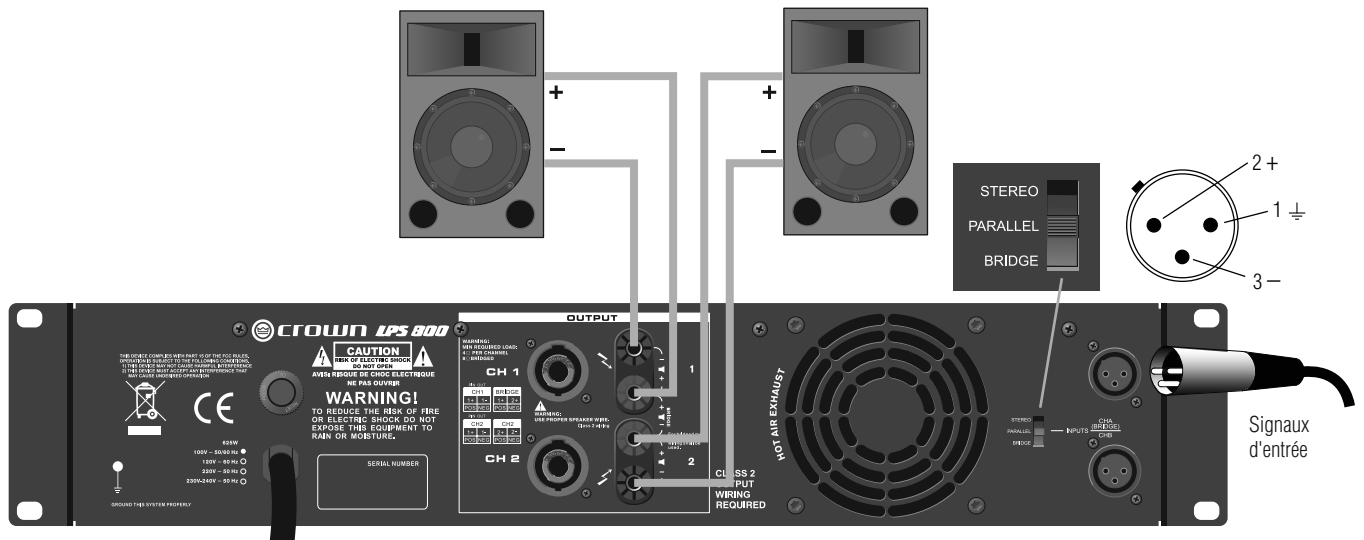

Figure 8. Câblage parallèle avec connecteurs à bornes
1. Se reporter à la figure 8. Sur le panneau arrière, régler le commutateur Mode de sortie sur PARALLELE.